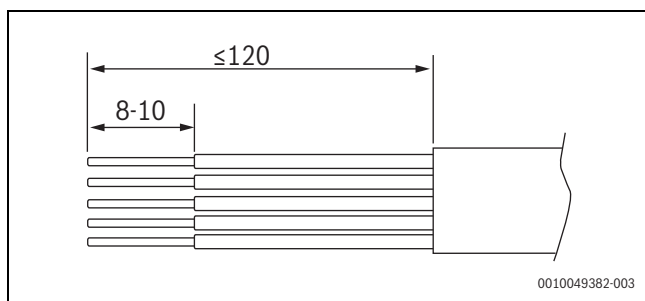

Fig. 34 Dénudage des fils pour le raccordement secteur (mm)
- ▶ Faire passer le câble de raccordement de l'alimentation électrique dans les presse-étoupes sur la gauche (1). Serrer avec un couple de 4,8 Nm.
- ▶ Faire passer le câble de raccordement CAN-BUS dans les presse-étoupes sur la droite (2). Serrer à la main.
- ▶ Dénuder les câbles comme illustré à la → Figure 34.